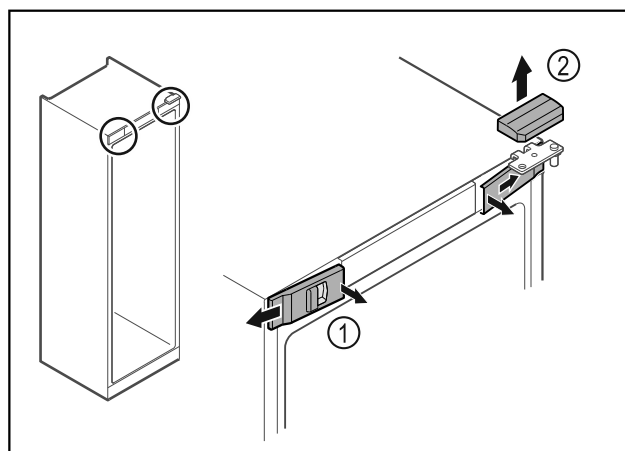

Fig. 5
- Desencajar las cubiertas delanteras Fig. 5 (1) del interior y dejarlas a un lado.
- Retirar hacia arriba la cubierta superior Fig. 5 (2).